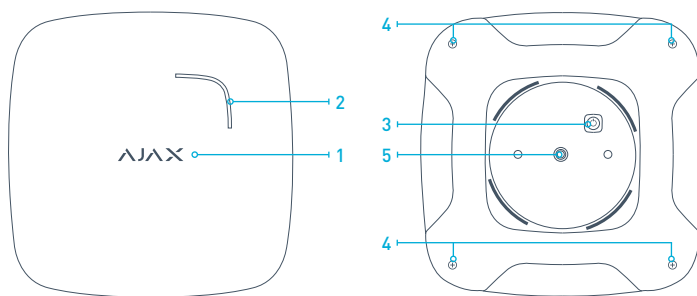
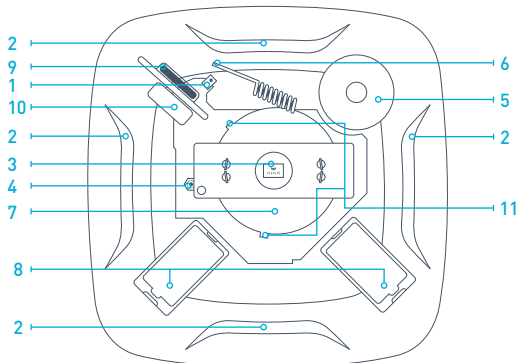

РИС. 1. Датчик FireProtect
РИС. 3 Устройство датчика.
4.1 Для регистрации датчика необходимо перевести приемное устройство охранной системы Ajax в режим «Добавить устройство» (как это сделать см. в руководстве к приемному устройству) и включить датчик зажатием кнопки «3» (РИС.1) на 3 секунды. В момент включения исправный датчик должен мигнуть зеленым светодиодом «1» (РИС.1). Запрос на регистрацию передается только в момент включения датчика! Если регистрация датчика в охранной системе по какой-либо причине не произошла, FireProtect мигает зеленым светодиодом 6 раз с периодичностью раз в секунду, после чего переходит в автономный режим. Чтобы повторить регистрацию – включите датчик зажав кнопку на 3 с и выдержав паузу в 5 секунд включите его снова. Если FireProtect был удален из списка зарегистрированных в охранной системе устройств, то он аналогично мигает зеленым светодиодом 6 раз с периодичностью раз в секунду, после чего автоматически переходит в автономный режим.
5.5 Активация режима тревоги сопровождается звуковым сигналом встроенной сирены и световой индикацией — на датчике загорается красный светодиод. В режиме тревоги предусмотрена возможность отключить звуковой сигнал примерно на 10 минут нажатием сенсорной кнопки «ТЕСТ» («1», РИС.1), которая находится в центре логотипа AJAX. Световая индикация тревоги при этом не отключается, на приемник при этом никаких сообщений не приходит и он продолжает детектировать тревогу. Если через 10 минут уровень дыма, температура или уровень содержания CO в воздухе не нормализовались, звуковой сигнал воспроизводится повторно.
5.11 Перед установкой обязательно проведите тест, чтобы убедиться в работоспособности датчика дыма. При включенном работающем датчике (без тревоги) зажмите на 5-10 секунд на корпусе кнопку «ТЕСТ» («4», РИС.1) в центре логотипа AJAX, это переведет датчик в режим самотестирования приблизительно на 5 секунд. В режиме самотестирования проверяется работоспособность дымовой камеры, производится электронная имитация присутствия дыма, и если дымовая камера исправна – выдается звуковой сигнал.
6.3 Датчик имеет возможность компенсировать запыленность дымовой камеры, но только до определенного уровня, при превышении которого на центральную сигнализацию отправляется сообщение о необходимости очистки дымовой камеры. При неисправности дымовой камеры датчик выдает один длинный звуковой сигнал раз в полторы минуты! Для очищения камеры снимите крышку датчика, открутив 4 самореза «4» (РИС.1) на углах тыльной стороны корпуса датчика. После этого снимите плату с сенсорной кнопкой «3» (РИС.1) слегка потянув вверх, далее снимите пластиковую насадку, прикрывающую плату. Затем отсоедините защитную внутреннюю крышку блока дымовой камеры «7» (РИС.3) легко надавив на 2 из 3-х удерживающих защелок «11» (РИС.3). Продуйте извлеченный блок пылесосом, компрессором или очистите мягкой щеткой. Также удалите пыль с той части дымовой камеры, которая осталась на плате датчика. После завершения процедуры очистки обязательно необходимо нажать на плате датчика кнопку сброса сигнала «Камера загрязнена» «4» (РИС.3)! По нажатии на кнопку, буззер должен издать один короткий звуковой сигнал. Если эта кнопка не будет нажата, сигнал о необходимости очистки датчика продолжит поступать на центральную. В случае, если камеру не очистили и нажали кнопку сброса сигнала «Камера загрязнена», сигнал о чрезмерном загрязнении дымовой камеры придет повторно через 4 дня.
Для замены батареи выключите датчик, открутите саморезы «4» (РИС.1) и снимите крышку датчика. В конструкции датчика предусмотрены элементы, блокирующие его закрытие без установленных основных батарей. Замените разряженные батареи на новые, соблюдая полярность. Включите датчик.